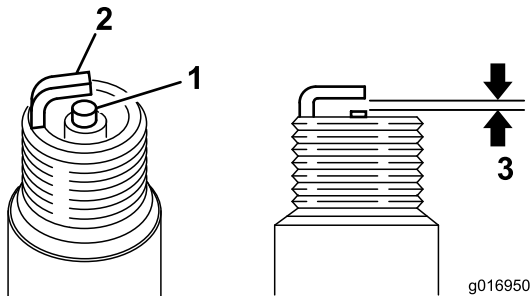

図 35
3. 正しいエアギャップ (0.6~0.7 mm) に調整する (図 35)。点火プラグをエンジンに取りつけて、23 Nm (2.35 kg.m) にトルク締めする。